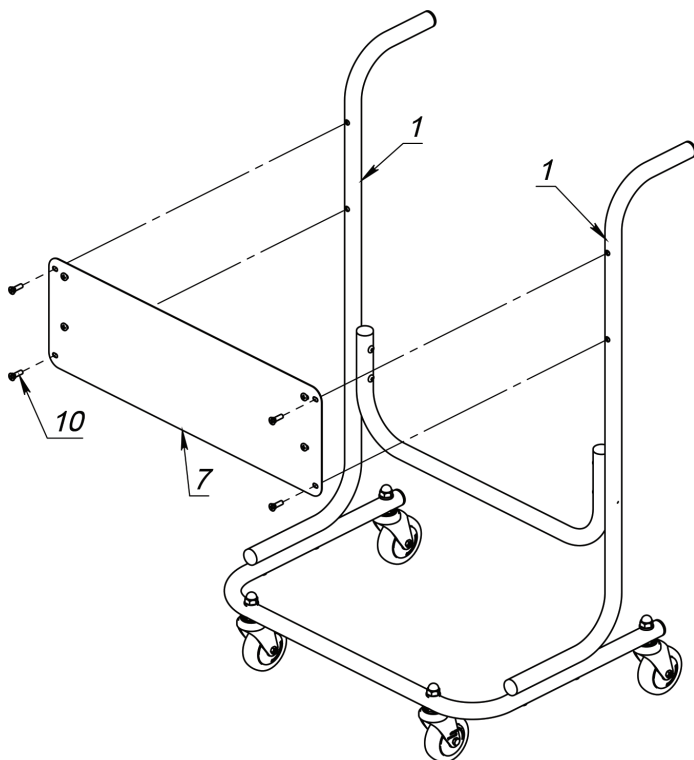

Рисунок 13
Закрепите пластину (7) на стойках (1) с помощью винтов (10) (рисунок 13).